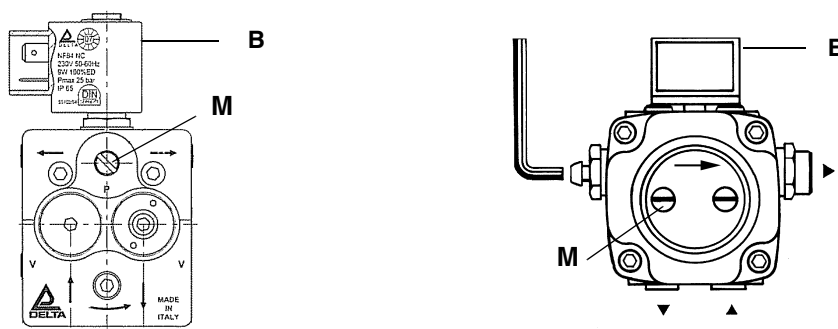

Fig. 9
- 5 évacuer l'air par le raccord du manomètre **M** de la pompe (**P**), en desserrant légèrement le bouchon, sans l'enlever (Fig. 9);